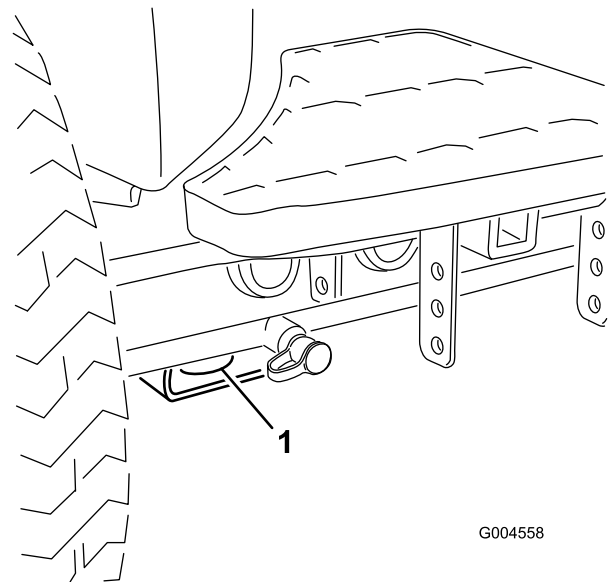

Figure 57
- Avant – trou du patin rectangulaire, sous le tube d'essieu, à l'intérieur de chaque roue avant (Figure 57).